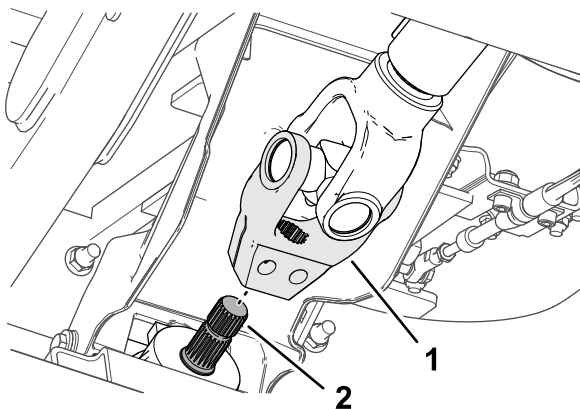

図 15
- 駆動シャフトのヨークについているスプラインを、アタッチメントの入力シャフトに合わせて 図 15、ヨークをシャフトに取り付ける。